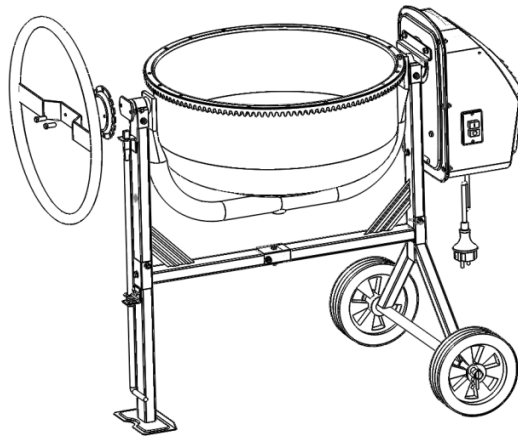

Fig.11
- Coloque el disco dentado (12), P.13 entre el bastidor y la rueda giratoria (8) como se muestra en la Fig.11.